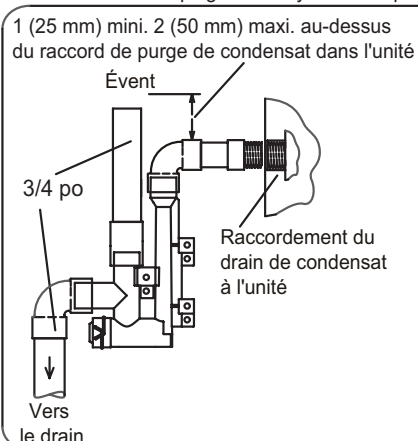

Figure 54
Reportez-vous aux Figures 46 et 48 pour les emplacements du purgeur de condensat. La Figure 54 illustre le purgeur avec un tuyau en PVC de 1/2 po ou de 3/4 po.
- 3 - Installez le bouchon sur l'ouverture de nettoyage à la base du purgeur. Fixez avec le collier. Reportez-vous à Figure 54.
- 4 - Installez le purgeur avec des raccords en PVC appropriés et collez tous les joints. Collez le purgeur fourni comme illustré à la Figure 54. Acheminez le conduit de condensat jusqu'à un drain ouvert. La conduite de condensat doit maintenir une pente descendante de 1/4" entre l'appareil et le drain.